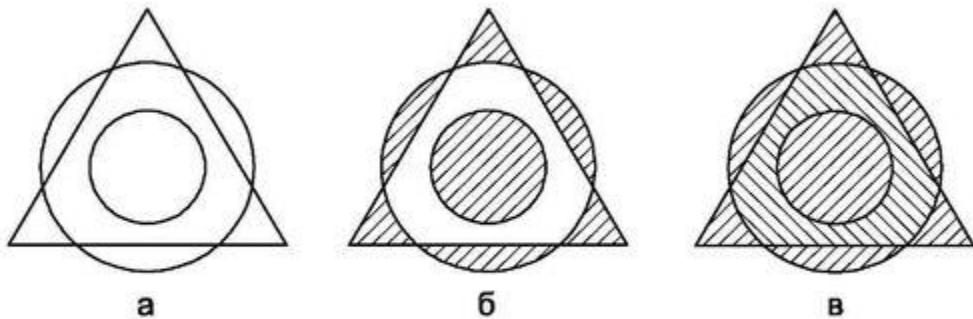

Рис. 6.37. Пример нанесения штриховки
Требуется за два обращения к команде Bhatch нанести штриховку на фигуру (рис. 6.37а) в соответствии с рис. 6.37 в. Порядок выполнения задания следующий (листинг 6.2).
5. Теперь следует нажать Enter (вновь откроется диалоговое окно Hatch and Gradient), просмотреть при помощи кнопки Preview (Просмотр) предлагаемый системой результат и, если все выполнено в соответствии с заданием, нажать кнопку OK. В результате фигура будет заштрихована в соответствии с рис. 6.37б.
Результат описанных в примере построений изображен на рис. 6.37в, а протокол работы программы для этапа штрихования приведен в листинге 6.2.